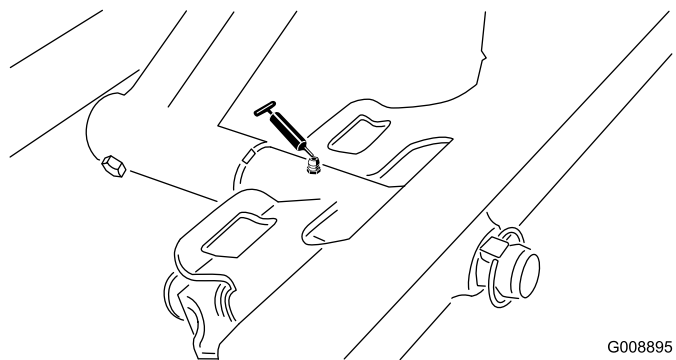

Figura 37
- Perno dell'apparato di taglio anteriore (Figura 37)